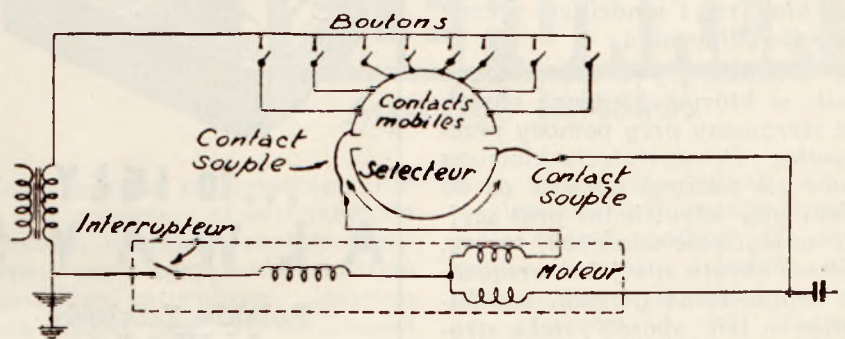

fig. 8 Boutons — klawisze; Contact souple — styk poślizgowy; Contacts mobiles — styki ruchome; Interrupteur — przerywacz.
e) System Detrola (fig. 8). — Układ ten jest odmianą systemu Admiral. Dwie metalowe tarcze półkoliste zastąpione są przez dwa pół obwody z blachy miedzianej osadzone na bębnie bakelitowym. Oczywiście, obydwa półobwody są od siebie izolowane.